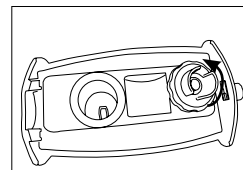

Рис. 4-2
2. Открутите крышку резервуара против часовой стрелки (Рис. 4-2).